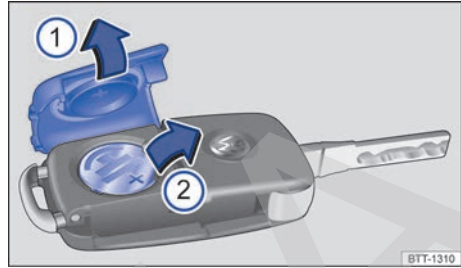

Fig. 51 Llave del vehículo con mando remoto: ① Abrir la tapa del alojamiento de la batería. ② Remover la pila.
La batería se encuentra en el lado posterior de la llave del vehículo con comando remoto, debajo de una cubierta → **fig. 51**.
- Retirar la cubierta en el lado posterior de la llave → **fig. 51** en el sentido de la flecha → ①.
- Retirar la batería de su alojamiento con una herramienta adecuada ②.
- Colocar la nueva batería según lo indicado ② y presionar en sentido contrario al de la flecha hacia dentro del alojamiento de la batería → ①.
- Coloque la cubierta como se indica ① y presiónela en el sentido contrario al de la flecha sobre la carcasa de la llave del vehículo hasta encajarla.